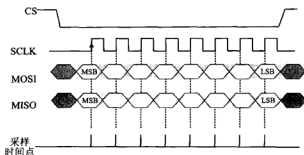

图 5.14.3  $CPOL=0, CPHA=0$
a)  $CPOL=0, CPHA=0$  的情况如图 5.14.3 所示。
如图 5.14.3 所示,初始时刻 SPI 接口处于空闲状态,SLCK 线保持在低电平状态。当 CS 跳变至低电平之后,开始数据传输。可以看到,数据在 SCLK 线的一个脉冲周期中的第 1 个边沿(此处是正跳变)得到传输。总结起来就是,当  $CPOL=0$  且  $CPHA=0$  时,SCLK 呈现正脉冲周期形式,数据在上升沿得到存取,在下降沿准备就绪。